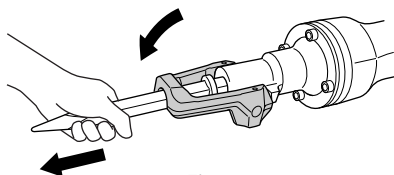

Fig. 5
- (3) Fixer l'accessoire en place en amenant la retenue sur la position de serrage. Pour s'assurer que l'accessoire est monté correctement, tirer dessus (Fig. 5).